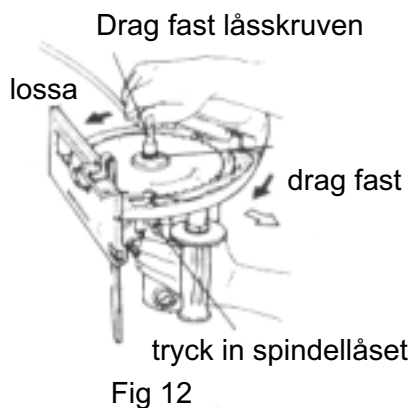

Fig 12
5. Tag ut sågklingan enligt Fig. 12.